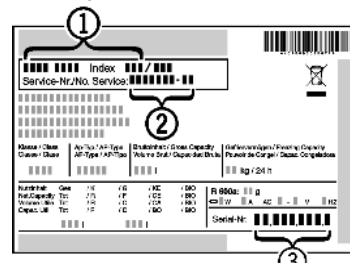

Fig. 21
- ▶ Odczytać z tabliczki znamionowej oznaczenie urządzenia Fig. 21 (1), nr serwisowy Fig. 21 (2) oraz numer seryjny Fig. 21 (3). Tabliczka znamionowa znajduje się po lewej stronie wewnątrz urządzenia.